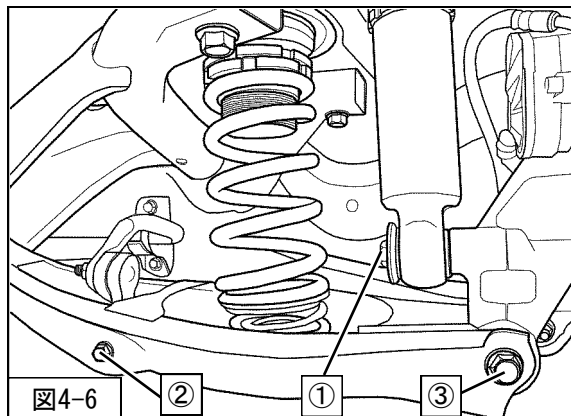

図4-6
- ②スタビライザリンク取付ボルト (締付トルク：40N・m)
- ③ロアアーム取付ボルト (締付トルク：69N・m)
- を取付けてください。(図4-6)